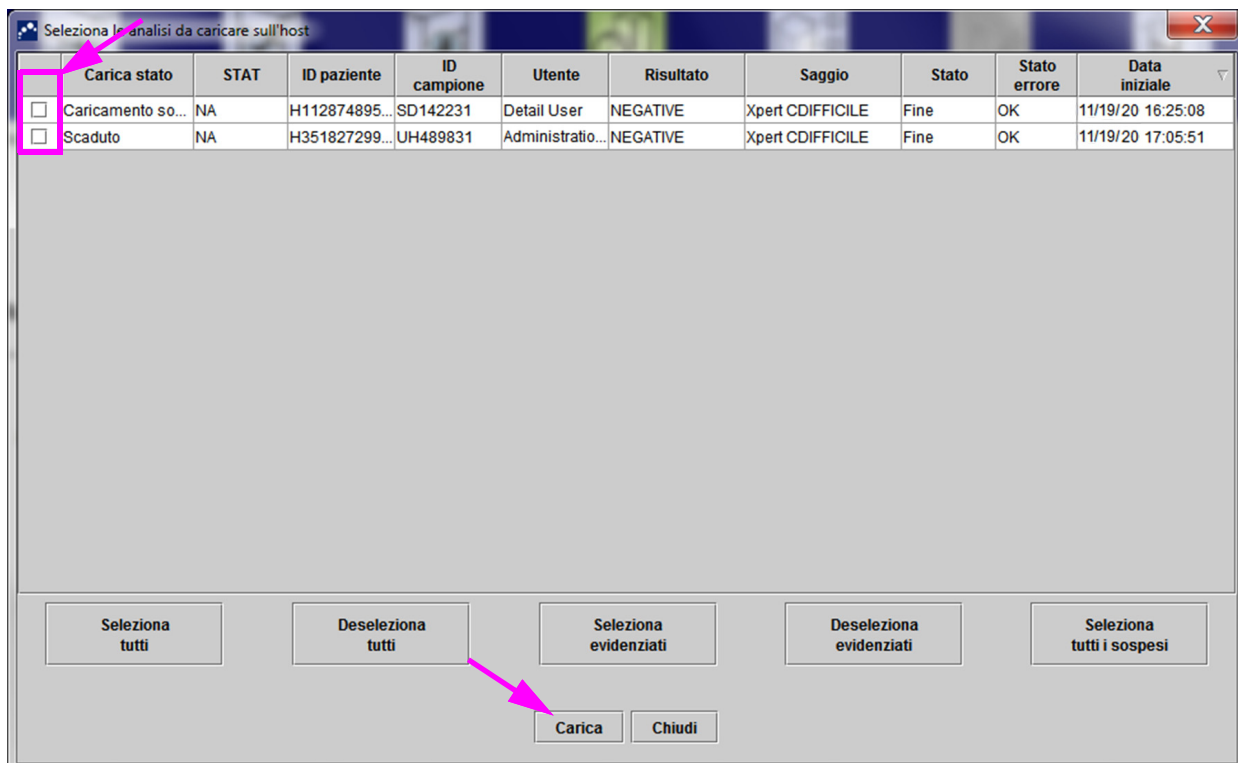
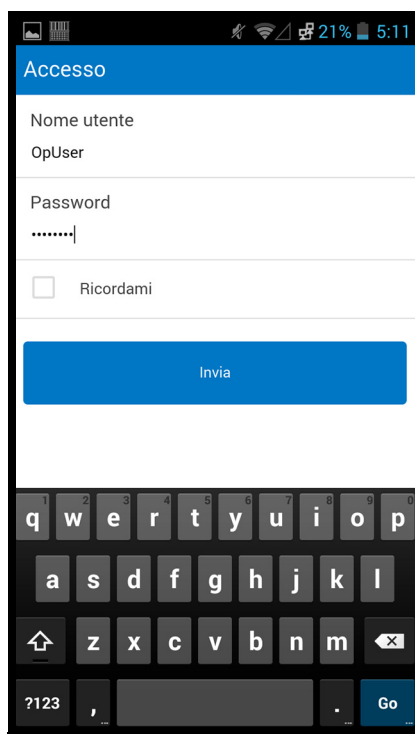
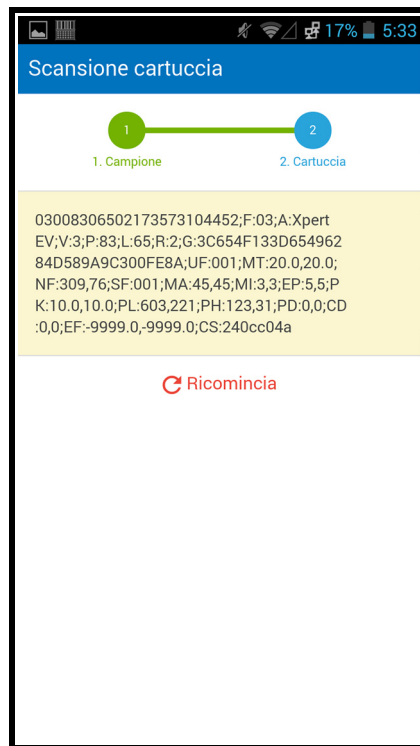

Figura 5-100. Finestra Seleziona le analisi da caricare sull'host
Figura 5-101. Schermata di login del lettore di codici a barre Cepheid Link
Figura 5-107. Schermata Cepheid Link con le informazioni relative alla cartuccia sottoposta a scansione
3. Accedere al lettore di codici a barre Cepheid Link utilizzando il nome utente e la password assegnati (vedere la Figura 5-100). Comparirà la schermata Scan Sample (Esegui la scansione del campione). Vedere la Figura 5-101.
- 1) Toccare l'area **Codice a barre** della schermata (vedere la Figura 5-101). Comparirà una tastiera (vedere la Figura 5-104) che consente di immettere manualmente l'ID del campione.
- Se invece l'appaiamento non va a buon fine, comparirà la schermata rossa con una x bianca, accompagnata da un messaggio di errore (vedere la Figura 5-107 per un esempio). Toccare il pulsante **Ok** per ritornare alla schermata Scansione cartuccia. Il lettore di codici a barre ritornerà alla schermata Scansione campione (vedere la Figura 5-101).
- Sul lettore di codici a barre comparirà la schermata Confirmation (Conferma) (vedere la Figura 5-109), se le aliquote non sono richieste e se è abilitata l'opzione Conferma, oppure ritornerà alla schermata Scansione campione (vedere la Figura 5-101).
- Toccare **Ricomincia** per non eseguire la scansione dell'aliquota e ritornare alla schermata Scansione campione. Vedere la Figura 5-101. Dopo aver toccato il pulsante **Ricomincia** comparirà una schermata di conferma.
- Se il saggio è impostato per aliquote ma il campione non è stato suddiviso in aliquote, toccare **Salta** per saltare la scansione di un'aliquota. Sul lettore di codici a barre comparirà la schermata Conferma (vedere la Figura 5-109), se le aliquote non sono richieste e se è abilitata l'opzione Conferma, oppure ritornerà alla schermata Scansione campione (vedere la Figura 5-101).
- Toccare **Ricomincia** per non eseguire la scansione dell'aliquota e ritornare invece alla schermata Scansione campione (vedere la Figura 5-101). Dopo aver toccato il pulsante **Ricomincia** comparirà una schermata di conferma.
7. **(Facoltativo)** Sul lettore di codici a barre comparirà la schermata Conferma (vedere la Figura 5-109), se abilitata, oppure ritornerà alla schermata Scansione campione (vedere la Figura 5-101).
8. Se compare la schermata Conferma, toccare **Ricomincia** per andare alla schermata Scansione campione. Vedere la Figura 5-101.
10. Una volta eseguita la scansione di tutti i campioni e tutte le cartucce, disconnettersi da Cepheid Link. Accedere al menu del lettore di codici a barre toccando l'icona del menu nel menu a discesa (vedere la Figura 5-101). Verrà visualizzato il menu del lettore di codici a barre. Vedere la Figura 5-110.
12. Nella finestra di dialogo Disconnessione, toccare OK per disconnettere il lettore di codici a barre (vedere la Figura 5-111). Comparirà la schermata Accesso. Vedere la Figura 5-100.